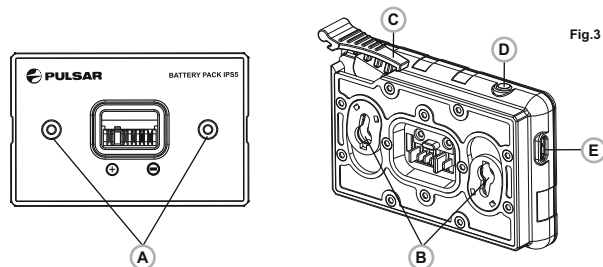

Fig.3
- Instale el paquete de pilas en el cargador insertando las clavijas **(A)** de la pila en las ranuras **(B)** del cargador. El logotipo de Pulsar de la batería debería estar situado junto a la palanca. Encaje la palanca con un clic **(C)** (**Fig. 3**)